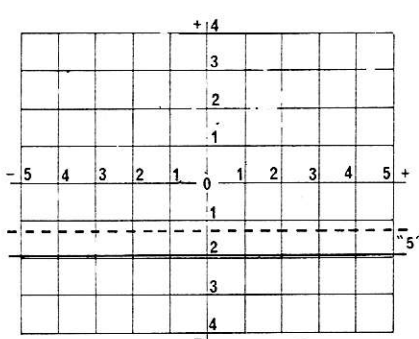

Figure 17
12) Une fois les huit tracés sur l'écran, on peut vérifier le bon fonctionnement de l'inverseur N_8/No . On doit ainsi faire apparaître une trace et une seule à la position où elle était au paragraphe 11, cette trace est celle qui a le numéro qui est indiqué sur le sélecteur de voie (figure 17).